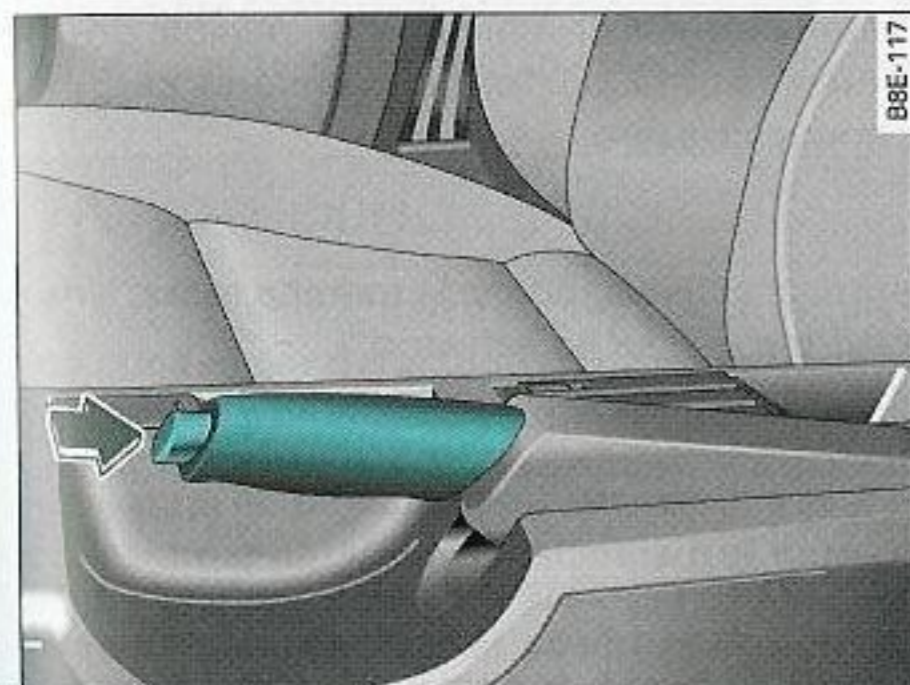

Fig. 145 Detalle de la consola central: Freno de mano puesto
- Levante ligeramente la palanca del freno de mano y pulse el botón de bloqueo ⇒ fig. 145 -flecha-.